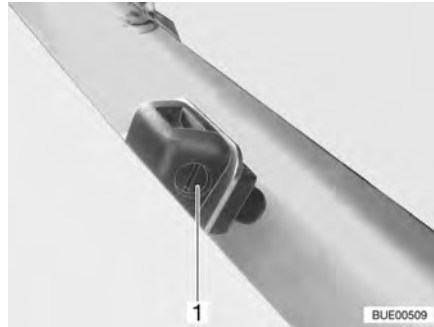

Fig. 27 Gicleur lave-glace
- Avec un tournevis adéquat, tourner la vis de réglage (Fig. 27,1), jusqu'à obtenir la position souhaitée.